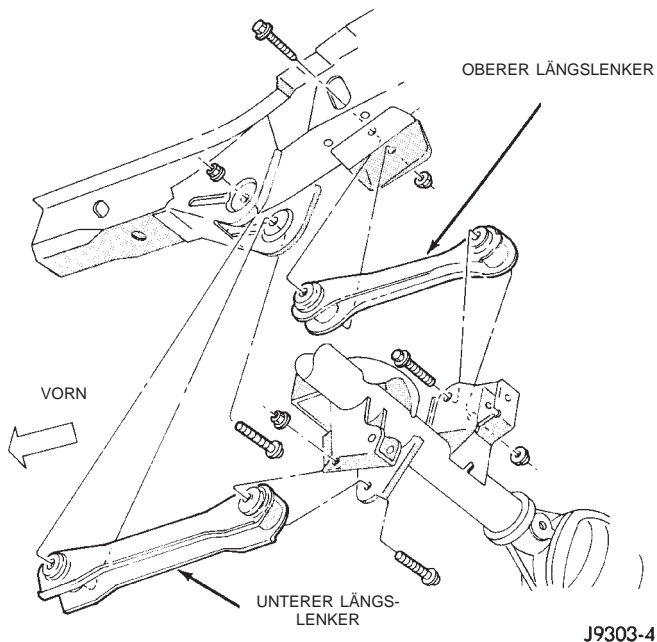

Abb. 3 Obere und untere Längslenker
(1) Fahrzeug anheben und sicher abstützen.
(2) Den unteren Längslenker von der Halterung an der Achse abschrauben (Abb. 3).
(3) Den unteren Längslenker von der Halterung am Längsträger abschrauben (Abb. 3) und ausbauen.
(2) Den oberen Längslenker von der Halterung an der Achse abschrauben (Abb. 3). Die Halterung für das ABS-Drehzahlfühlerkabel vom Längslenker abschrauben.
(3) Den oberen Längslenker von der Halterung am Längsträger abschrauben und ausbauen.